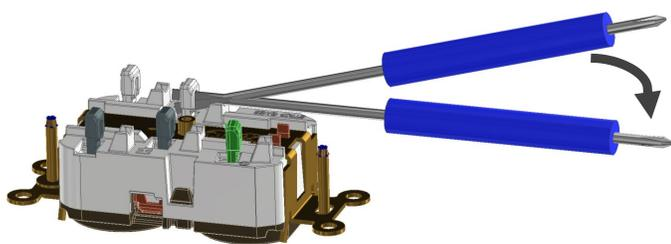

Fig. 4
- Pour soulever un plongeur de la position bas à haut, insérer un tournevis dans la fente du plongeur. À l'aide d'un tournevis de 1/8 po à 3/16 po et du point de levier fourni, soulever le plongeur jusqu'à ce qu'il soit en haut – Consulter la Fig. 4. **NE PAS UTILISER DE PINCES POUR TIRER LES PLONGEURS.**